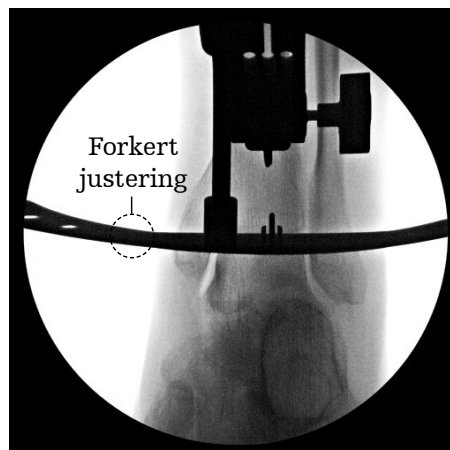
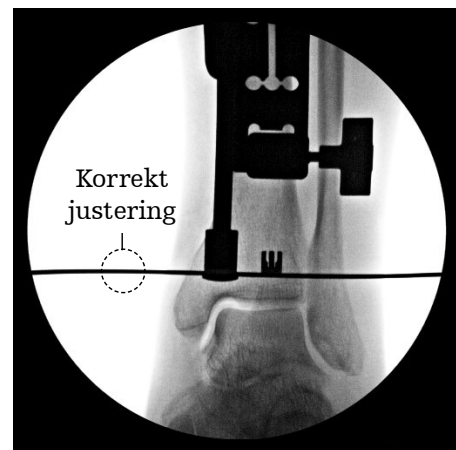

Fig. 15
Fig. 16
2. Bredden af justeringsvingen bør fremstå som en tynd, ensartet linje (fig. 16). Hvis den ikke gør det (fig. 15), "vip" C-armen lidt for at justere den. Alternativt kan kirurgen hæve/sænke foden.